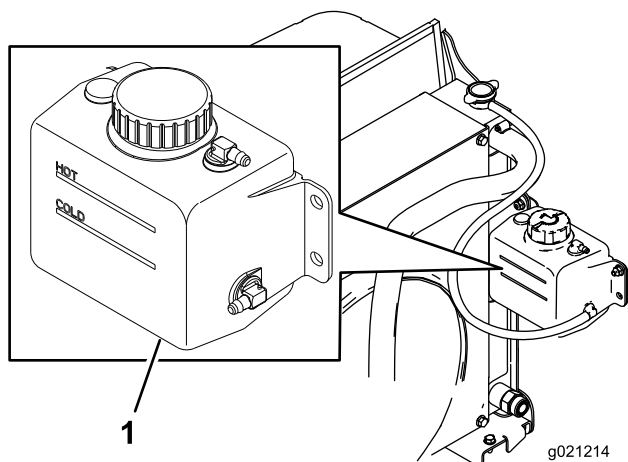

Figura 27
1. Compruebe el nivel de refrigerante en el depósito de expansión (Figura 27).